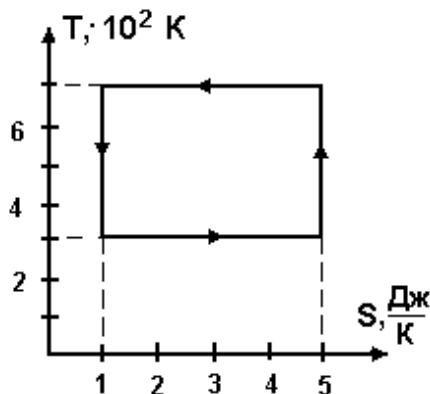

Рис. 36
2. Какой цикл изображен на рис. 36?
3. Определить КПД цикла (рис. 36).
5. Вычислить работу за цикл (рис. 36).